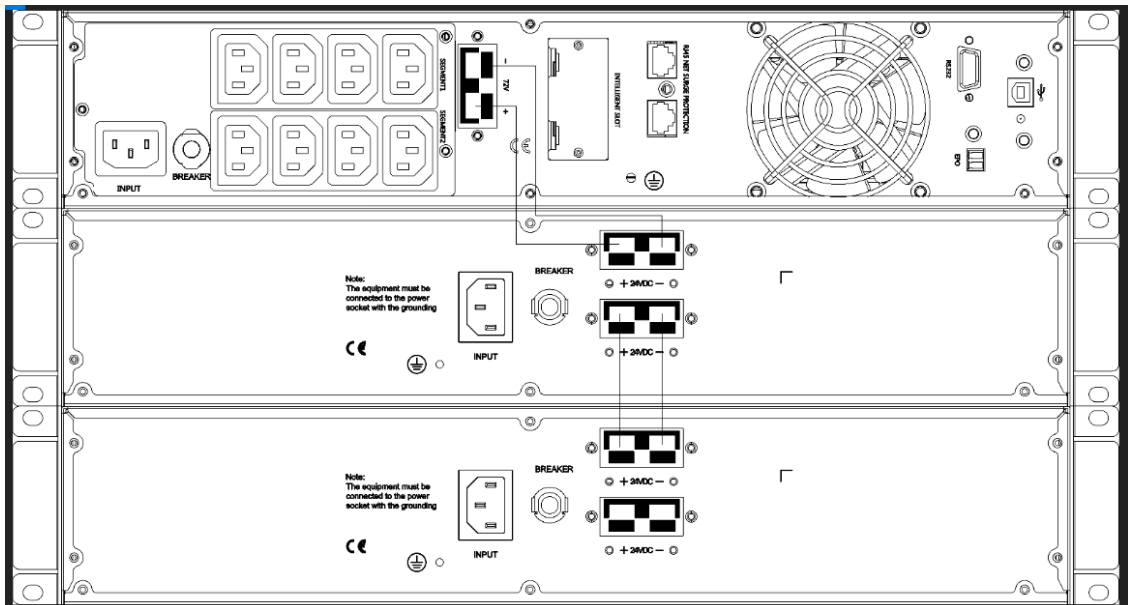

Abbildung 9: Montage der USV mit Batteriekasten
- Die Installation zwischen der USV und den externen Batteriekästen kann anhand von **Abbildung 9** vorgenommen werden.
- (1) Entfernen Sie die Abdeckplatte der Batterieklemmen der USV und des externen Batteriekastens;
- (2) Entfernen Sie das Standard-Batterieanschlusskabel von der Batteriebox;
- (3) Schließen Sie die Batteriebox mit der entsprechenden Spannung entsprechend der USV-Batteriespannung an;
- (4) Externe Batterie Unterstützt bis zu 4 PCS.